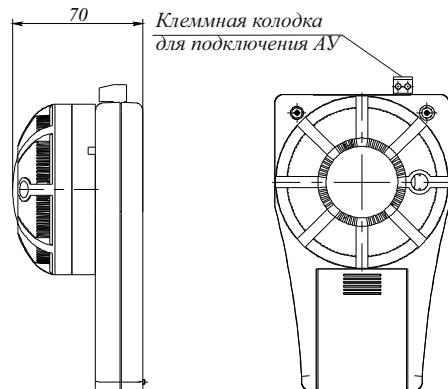

Рисунок 2 – Вид ПКУ с установленным датчиком
- 3.2 Для подключения адресных пожарных извещателей в конструкции ПКУ предусмотрено базовое основание (рисунок 2) .
Элементы питания находятся под крышкой на задней стороне ПКУ (рисунок 2).